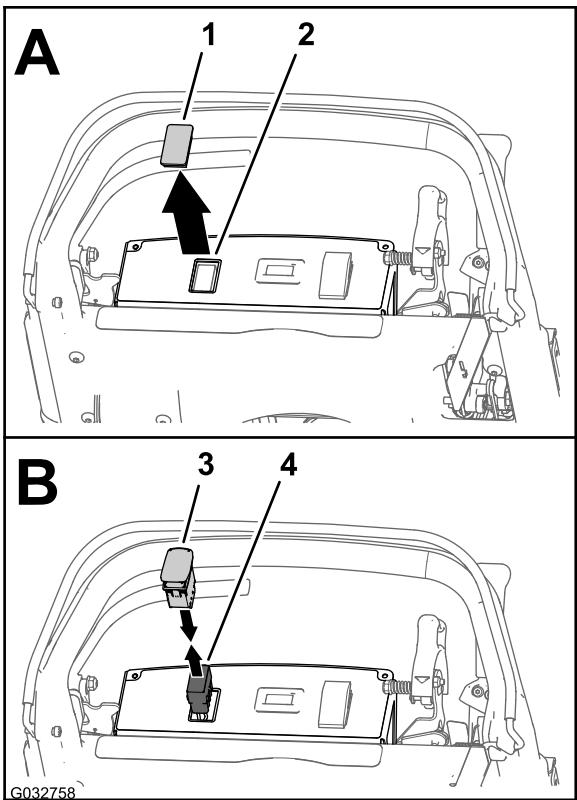

图17
- 从控制面板左面的开口处拆除插头（图17）。
- 通过控制面板的开口，从灯组件和小时表线束套件中拉出线束的 10 插槽接头（图17）。
- 将 2 位摇臂开关的 10 针接头接入灯组件和小时表套件的 10 插槽接头（图17）。